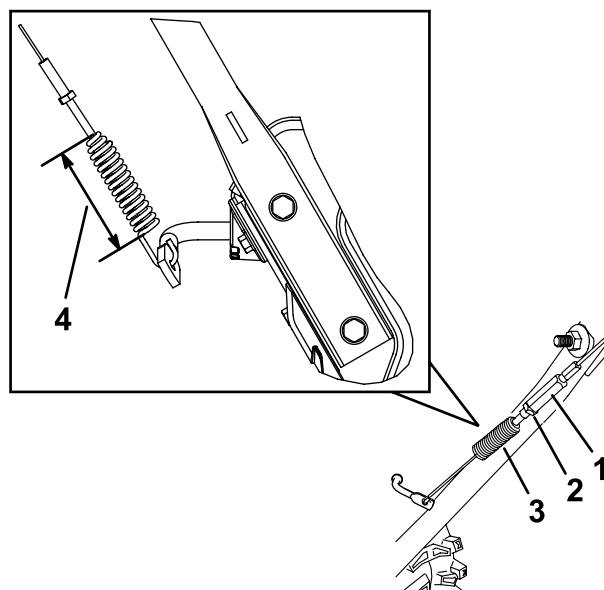

Figura 32
1. Afloje la contratuerca (Figura 32).
3. Afloje o apriete el tensor para ajustar la longitud del muelle a 6.6 cm (2-3/5"), como se muestra en la Figura 32.
4. Apriete la contratuerca (Figura 32), asegurándose de que hay una ligera tensión en el cable.